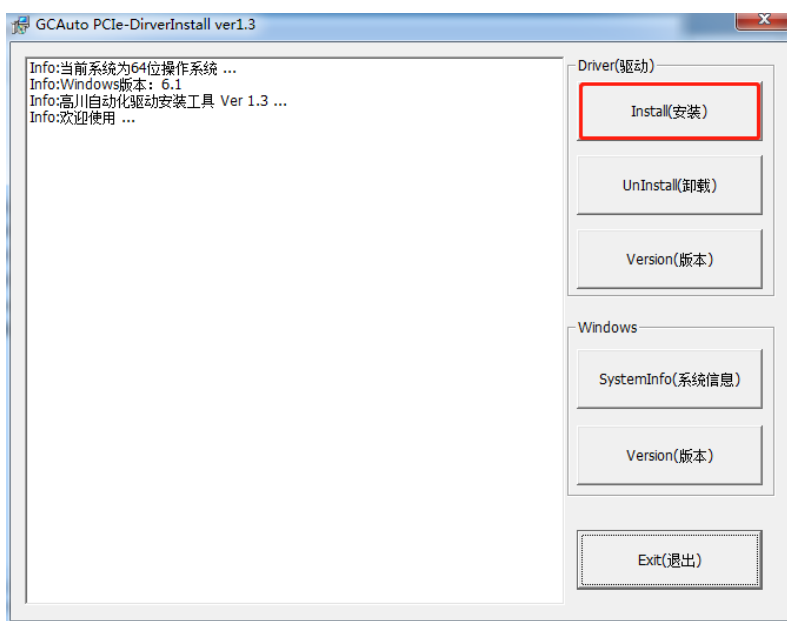

图 2.2.1 驱动安装界面
(1) 电脑关机状态插上 PCIE 卡，开机后，打开路径“PCIE 系列光盘资料 2022\驱动工具\高川 PCIE 卡驱动安装管理工具”双击 DriverInstall.exe 如图 2.2.1 驱动安装界面；